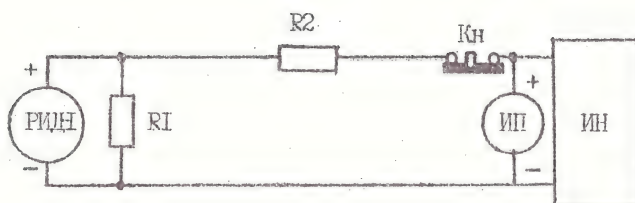

Рис.3. Схема проверки
7.3. Проверьте работоспособность извещателей от источника дыма, собрав схему рис.3 (Приложение 3), установив по прибору ИП напряжение 260 В. Извещатель считается работоспособным, если:
9.2. Соберите схему согласно рис.3 приложения 3.
9.8. Нажмите кнопку Кн (см.рис.3 приложения 3).